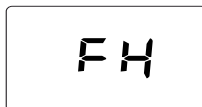

fig. 6- Purga com ventilador ativo
- Nos 20 segundos seguintes, o visor apresenta **FH** que identifica o ciclo de purga do ar do circuito de aquecimento com o ventilador a trabalhar (fig. 6).